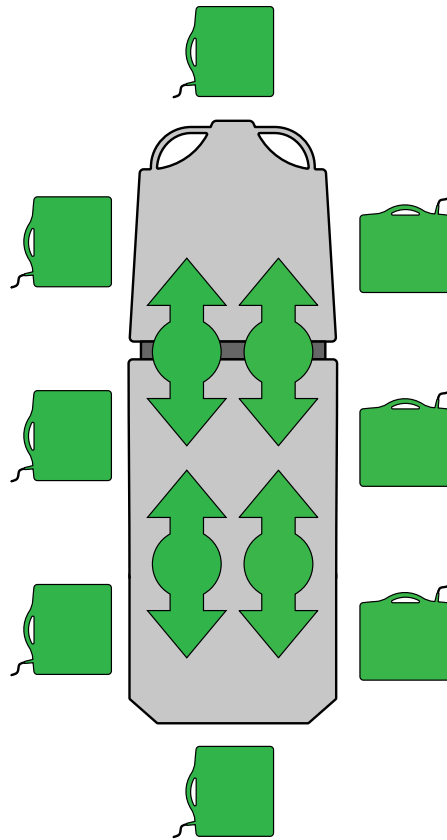

図 21 – X線力セットを挿入または取り外す
1. 製品の各側面に備わっている位置インジケータラベルを目安にして、製品の中央に患者を配置します(図21)。